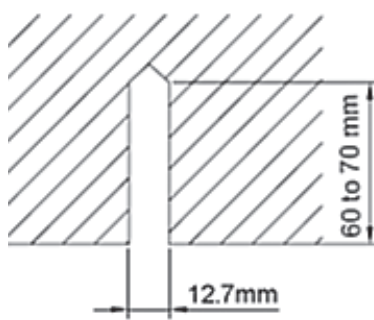

Рис. 6
- (2) Вкрутите в потолок анкерные болты; монтажная позиция должна быть достаточно прочной, чтобы выдержать массу блока. Положения болтов отмечаются по монтажному шаблону. Сверлом по бетону просверлите отверстия диаметром 12,7 мм. (Рис. 6)